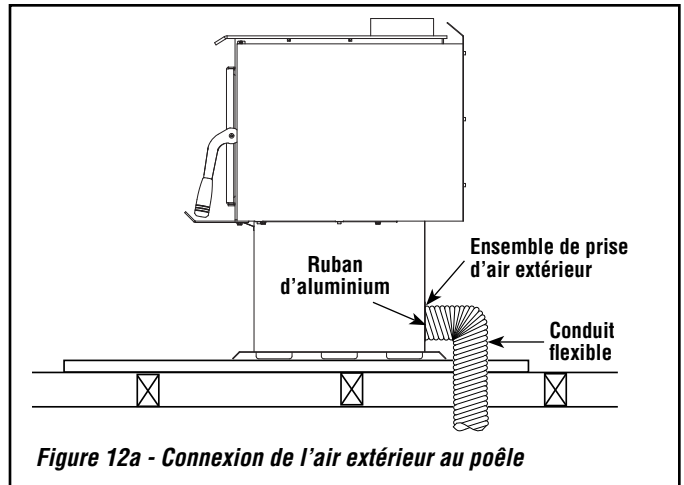

Figure 12a - Connexion de l'air extérieur au poêle
- Fixer la gaine sur la prise du poêle (voir **figures 12a et 12b**). En vous servant du ruban d'aluminium (inclus), enrôlez le ruban autour du joint entre le conduit flexible et les entrées d'air.